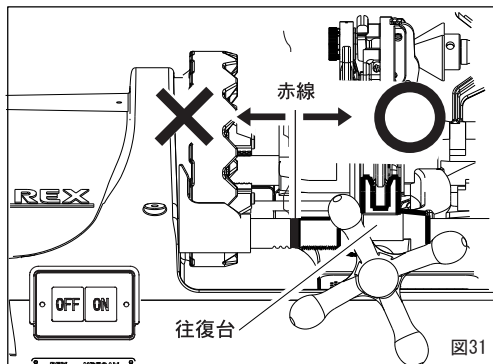

図31
- ・受けパイプの赤線が往復台でかくれた位置からねじ切りを開始すると、ねじが切れ上がるまでに往復台が主軸台に当り、事故や破壊の原因となります。(図31)
- ①希望するサイズにセットされているか確認してください。
受けパイプの赤線が往復台でかくれた位置からねじ切りを開始すると、ねじが切れ上がるまでに往復台が主軸台に当り、事故や破損の原因となります。(P. 15 図31)
受けパイプの赤線が往復台でかくれた位置からねじ切りを開始すると、ねじが切れ上がるまでに往復台が主軸台に当り、事故や破損の原因となります。(P.15 図31)